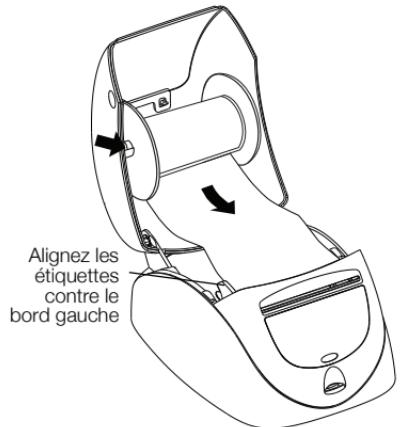

Figure 21
Pour que l'alimentation des étiquettes s'effectue correctement pendant l'impression, vous devez charger les étiquettes en insérant le bord gauche de l'étiquette contre le bord gauche de la fente de chargement d'étiquette. Voir Figure 21.
- 6 Insérez la bobine d'étiquettes dans la rainure du couvercle de l'imprimante de façon à ce que les étiquettes se déroulent par en dessous. Voir Figure 21.